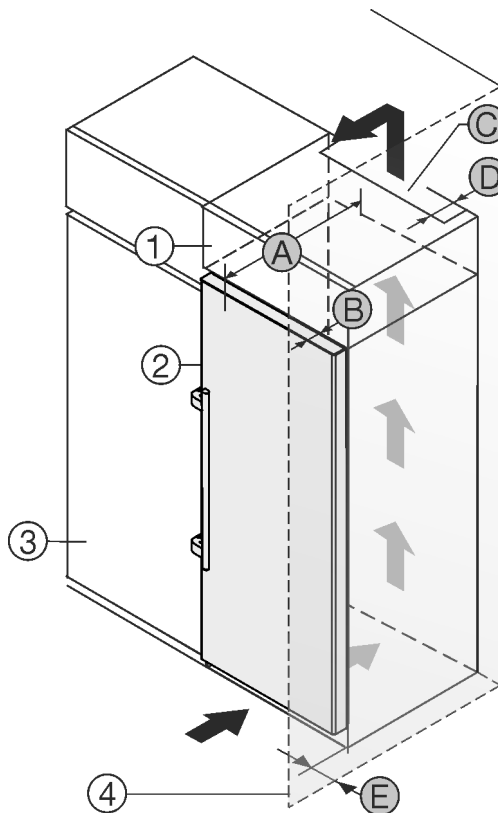

Fig. 1
- (1) Nástavná skříňka
- (2) Příklad
- (3) Kuchyňská skříň
- (B) Hloubka dveří
- (C) Větrací průřez
- (D) Vzdálenost zadní strany přístroje
- (E) Vzdálenost k zadní straně přístroje
- (4) Stěna
- (A) Hloubka přístroje
Můžete přístroj nainstalovat přímo vedle kuchyňské skřínky Fig. 1 (3).
Na zadní straně nástavné skřínky musí být větrací šachta hluboká Fig. 1 (D) přes celou šířku nástavné skřínky.
Pod stropem místnosti musí být dodržen větrací průřez Fig. 1 (C).
Když přístroj instalujete závěsy vedle stěny Fig. 1 (4), musí být vzdálenost mezi přístrojem a stěnou minimálně 57 mm. To odpovídá přesahu madla při otevřených dveřích.
Aby bylo možné dvířka plně otevřít, musí přístroj přesahovat o hloubku dvířek *Fig. 1 (B)* vůči přední linii kuchyňské skříňky. V závislosti na hloubce kuchyňských skříněk *Fig. 1 (3)* a použití vymezovačů odstupů od stěny může přístroj vyčnívat dále.